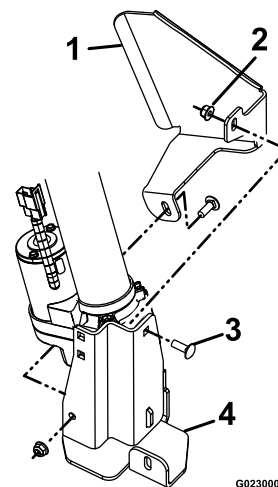

Figura 7
11. Instale el soporte del protector del actuador en el soporte inferior del actuador (Figura 7).